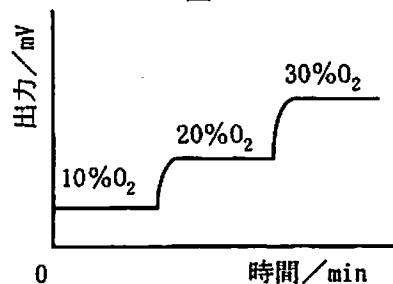

図4
9. 同様にして 20、30%酸素での酸素センサの出力（電圧）を読み取る（図4）。